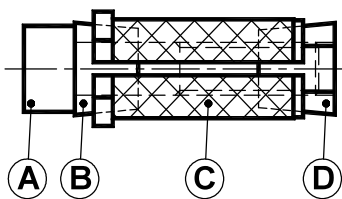
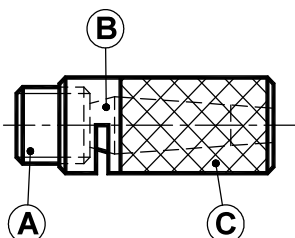

Рис. 3
Рис. 4
Функционирование основано на расширении разрезанной наружной облицовки (C) (которая, в зависимости от типа, может быть круглой, рифленой, квадратной или прямоугольной) с помощью одного-двух конусов (B и D) (рис.3), которые подвергаются растяжению. с помощью винта TE или TCEI и винта без головки (A) (рис. 4), который толкает конус B в моделях 400-500-600. В изделиях типа 100-200-300 действие конусов заставляет наружную облицовку расширяться и прижиматься к механическим элементам, которые необходимо соединить вместе.
Functioning is based on the expansion of a cut external lining (C) (which, depending on types, may be round knurled, square or rectangular) through one-two cones (B and D) (fig.3) that are subjected to traction by a TE or TCEI screw and a headless screw (A) (fig.4) that pushes cone B in 400-500-600 models. In types 100-200-300 the action of the cones causes the external lining to expand and fasten onto the mechanical elements to be connected together.